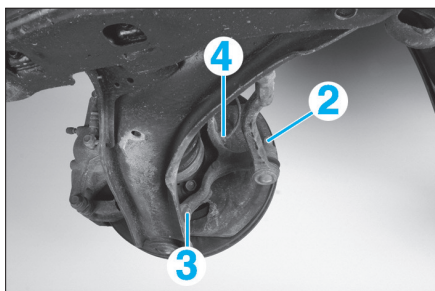

Fig. 16
- l'écrou de rotule de direction (2) (Fig.16)
- l'écrou de rotule de pivot (3).